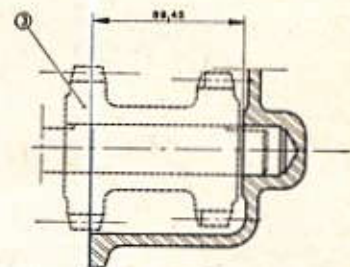

Fig. 59. — Fourchette de première et marche AR.
- fourchette de 1^{re} et marche AR n° P.D. 2553.14 (fig. 59).